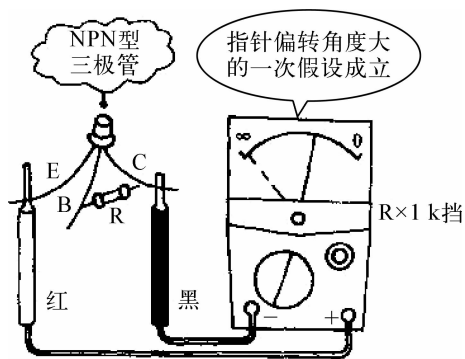

图 1-1-9 用万用表检测判别集电极与发射极
③ 步骤三:判别发射极 e 和集电极 c。以 NPN 型三极管为例,当基极确定后,假设余下的两脚中的一脚是集电极,将黑表笔接到此脚上,红表笔接到余下的假设发射极上,用稍潮湿的手捏在基极和假设的集电极之间(注意: b、e 极不要相碰),观察并记下此时的阻值。再把两脚作相反假设,用同样的方法测试并记下阻值。比较两次读数大小,则阻值小(指针偏转角度大)的那次黑表笔接的就是 NPN 管的集电极 c,余下的一脚便是发射极 e。判别 PNP 型三极管方法同上,但必须把上述表笔极性对调一下测试(图 1-1-9)。